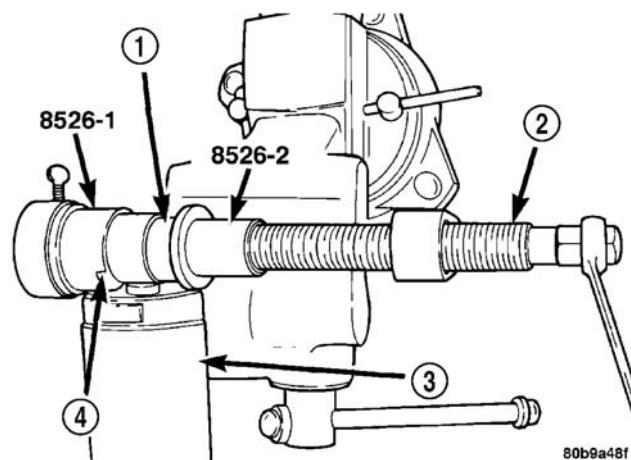

图 25 将衬套安装到减振器上
(2) 将减振器的上固定吊耳置于接收器内，让接收器槽口与减振器分离 (图 25)。
(3) 将衬套装至减振器吊耳与螺丝套之间 (图 25)。拧紧螺杆，直到螺丝套、衬套及减振器吊耳相接触并垂直对齐。
(4) 将衬套压入减振器吊耳，直到螺丝套抵住吊耳底部。
(5) 回退球头压床螺杆，从压床上卸下减振器。
(6) 将减振器安装到车辆上。有关程序参见本节的“拆卸与安装”。